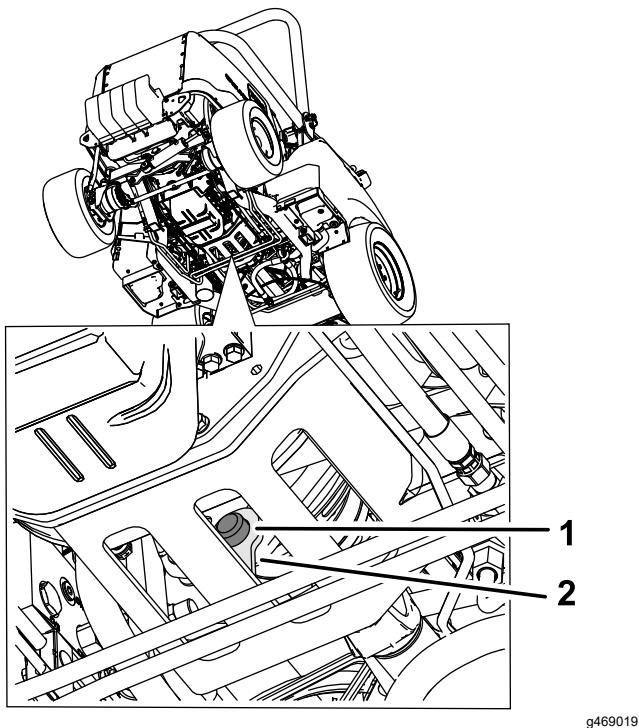

Figura 74
- 4. Retire el tope de goma del retenedor metálico y el embrague (**Figura 74**).